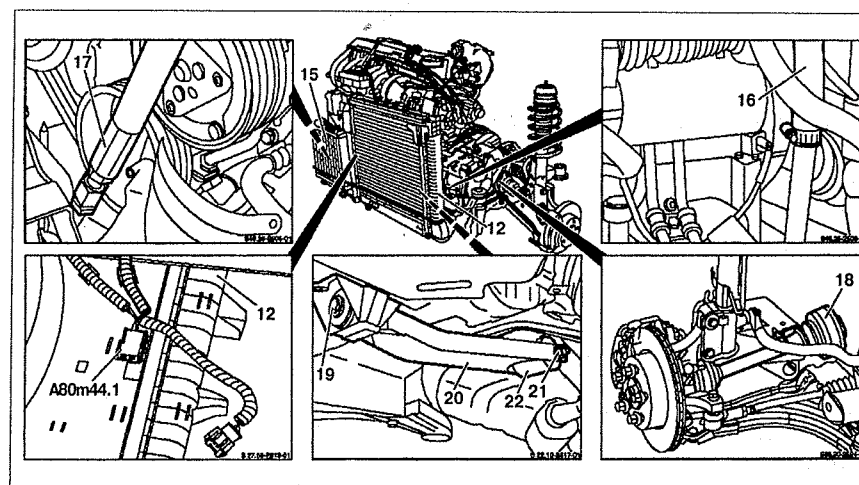

Рис. 3.5. Снятие двигателя с трансмиссией:
12. Отсоедините разъем вентилятора А80m44.1 от радиатора 12 АКПП (см.рис.3.5).